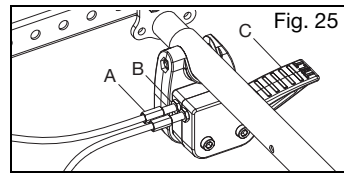

Fig. 25
- a. Presione el pedal (Fig. 25:C).
- a. Use dos llaves de 10 mm para aflojar la contratuerca (Fig. 25:B) mientras mantiene la posición (Fig. 25:A) del ajustador. Repita en el cable opuesto.